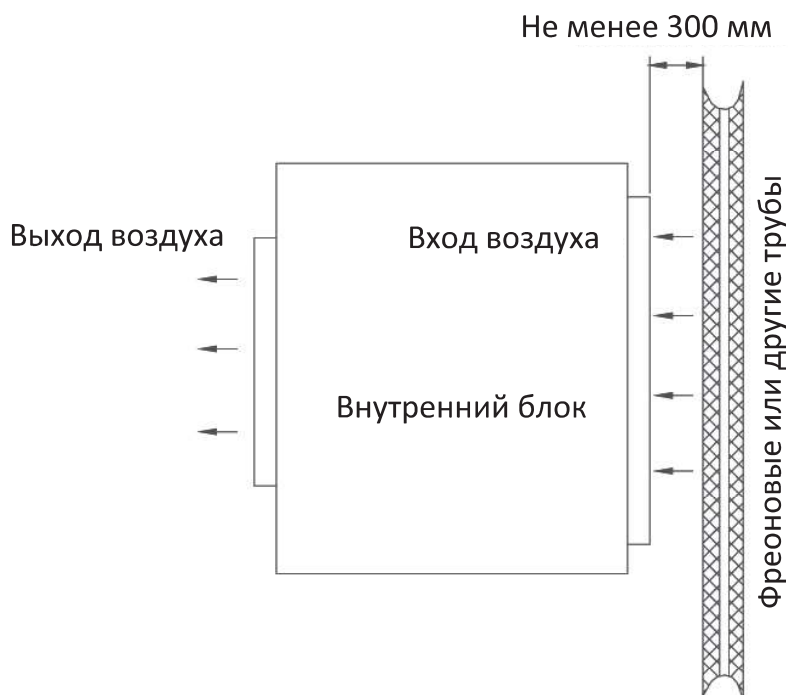

Рис. 12.1
12.1.4. Фреоновые трубы не должны служить препятствием входу и выходу воздуха внутренних блоков. Расстояние между фреоновой трубой (с изоляцией) и воздухозаборной решеткой должно быть не меньше 300 мм (рис. 12.1.). Если фреоновые трубы требуется проложить со стороны выхода воздуха из блока, не рекомендуется располагать их непосредственно напротив воздуховыпускной решетки. Фреоновые трубы не должны касаться никаких элементов внутренних блоков за исключением мест соединения. Нарушение перечисленных правил может привести к снижению производительности и повышенному шуму.